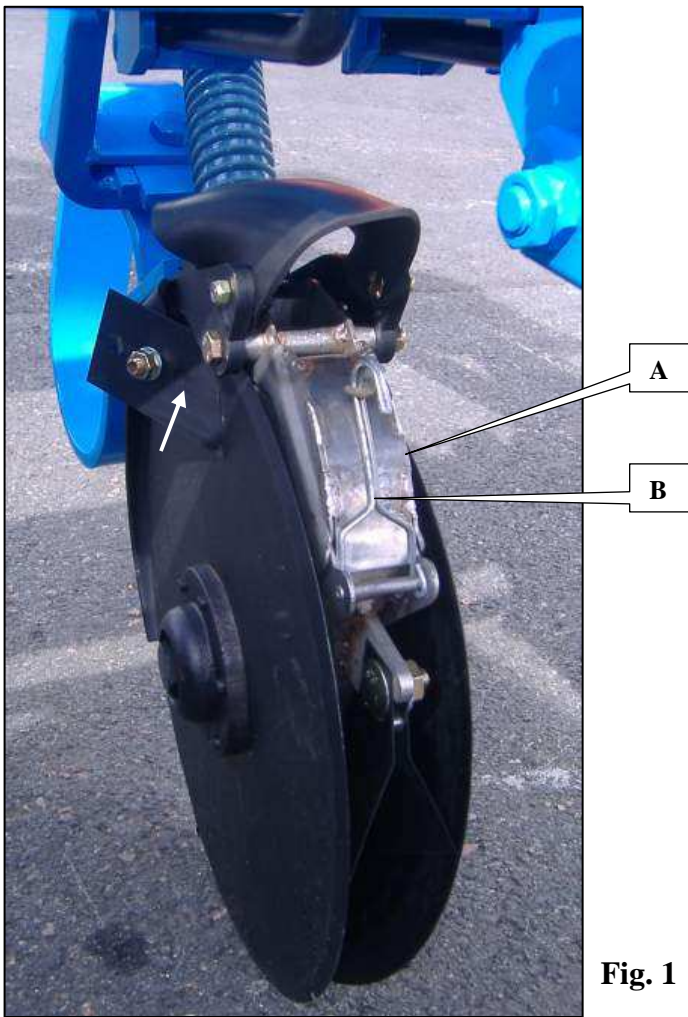

Fig. 1
- 1 - Desmontar el cárter de tracción (A fig. 1).
- 4 - Volver a colocar el cárter de tracción (A fig. 1).
- Nettoyez les cyclones (sur rangs n° 1, n° 2, n° 7 et n° 8) (fig. 1).
- Retirez l'agrafe (fig. 1, A) pour ouvrir le volet (fig. 1, B).
- Die Zykclone (auf den Reihen Nr. 1, Nr. 2, Nr. 7 und Nr. 8) reinigen (Abb. 1).
- Die Klammer (Abb. 1, A) entfernen und die Klappe (Abb. 1, B) öffnen.